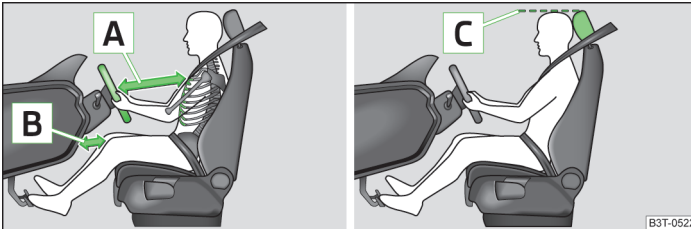

Abb. 148 Richtige Sitzposition des Fahrers / richtige Kopfstützeinstellung
- Das Lenkrad so einstellen, dass der Abstand zwischen Lenkrad und Brustbein mindestens 25 cm beträgt **[A]** » Abb. 148 und der Abstand der Beine zur Schalttafel im Bereich des Knieairbags mindestens 10 cm beträgt **[B]**.
- Die Kopfstütze so einstellen, dass die Oberkante der Kopfstütze sich möglichst auf einer Höhe mit dem oberen Teil Ihres Kopfes befindet **[C]** » Abb. 148 auf Seite 175.
- Die Kopfstütze so einstellen, dass die Oberkante der Kopfstütze sich möglichst auf einer Höhe mit dem oberen Teil des Kopfes befindet **[C]** » Abb. 148 auf Seite 175.